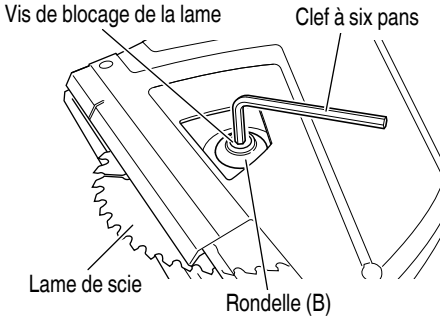

Fig. 14
- (9) Dévisser la vis de fixation de la lame de scie en la faisant tourner dans le sens contraire des aiguilles d'une montre et retirer la rondelle (B). Retirer la lame de scie. (Fig. 14)